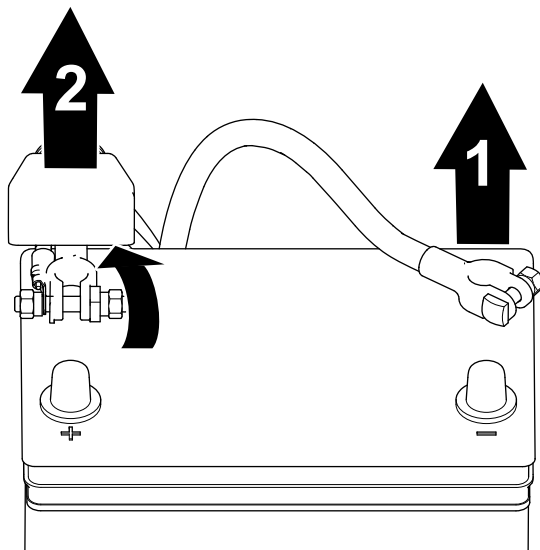

Bild 38
2. Trennen Sie das Minuskabel des Akkus vom Akkupol ab (Bild 38).
3. Heben Sie die Isolierung an und ziehen Sie das Pluskabel des Akkus vom Akkupol ab (Bild 38).